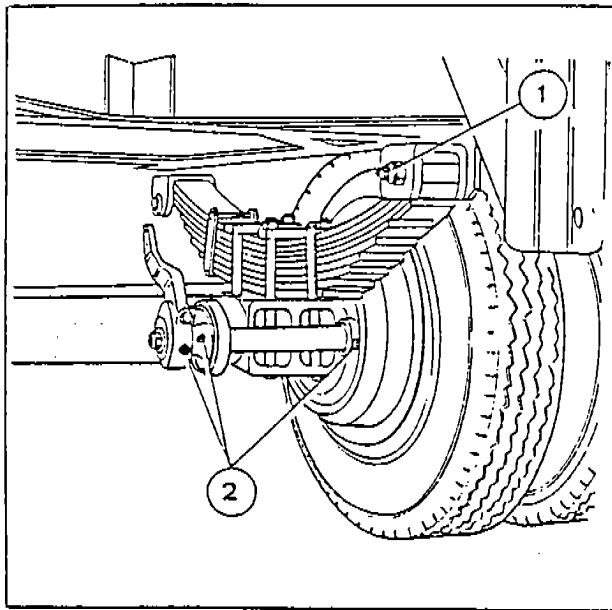

Fig. 17
- b) Grease the springs pins (1-Fig. 17).
- c) Grease the brake pins (2-Fig. 17).
- b) Ingrassare gli spinotti balestra (1-Fig. 17).
- c) Ingrassare i perni freni (2-Fig. 17).